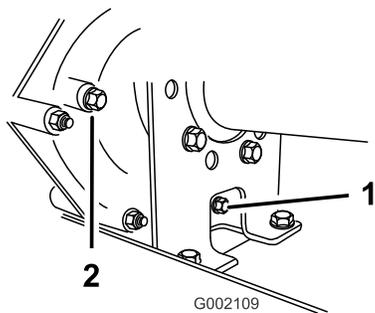
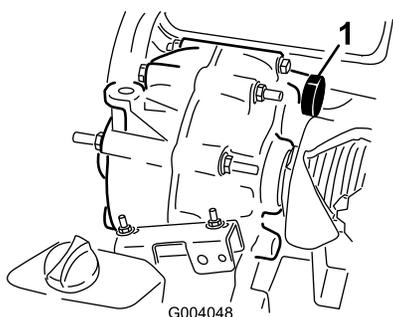

Figura 41
Figura 42
- Rimuovete il tappo di spurgo dal lato destro del serbatoio (Figura 41) e lasciate defluire il fluido in una bacinella. Quando il fluido cessa di scorrere, montate il tappo e serratelo.
3. Riempite il serbatoio (Figura 42) con circa 1,4 litri di olio motore SAE 10W30, fin quando il livello dell'olio non raggiunge la parte inferiore del foro indicatore di livello (Figura 41).